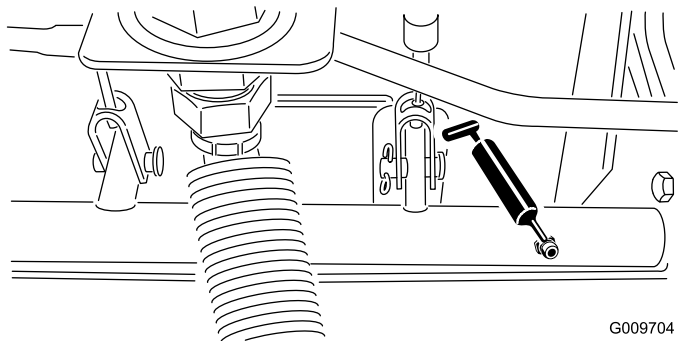

Рисунок 81
- Шарнирные опоры вала тормоза (5 шт.), как показано на Рисунок 81